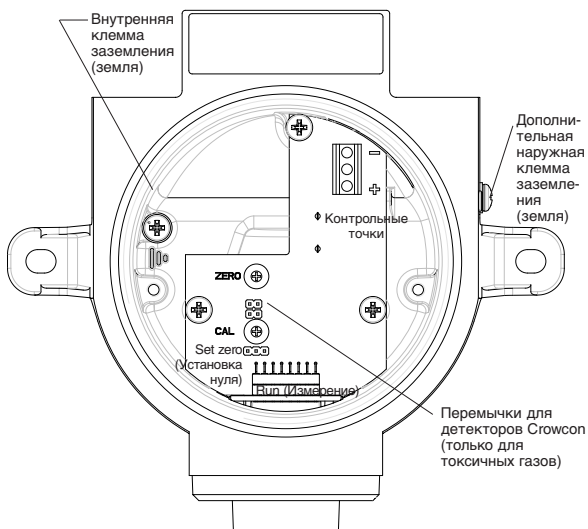

Рис. 4. Компоновка печатной платы детектора **Xgard** типа 1 (показана без защитной панели платы).
**Примечание.** Заземление детектора газов **Xgard** выполняется с помощью встроенной клеммы заземления (см. рис. 4). Внешняя клемма заземления (см. рис. 4) может использоваться только для дополнительного электрического соединения и только если это разрешено или требуется местными органами власти. Для ограничения радиочастотных помех соединительную коробку и оплетку кабеля следует заземлить на панель управления. Заземляющие соединения можно выполнять только в безопасной зоне, при этом следует избегать образования контуров заземления и сохранить в силе сертификат искробезопасности.